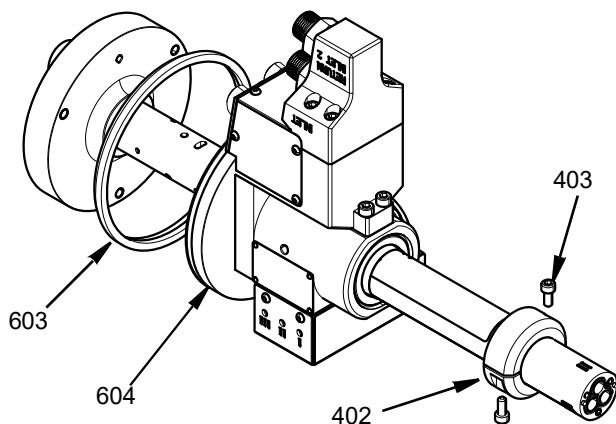

図 25
- シールリング (603) をベアリングハウジング (604) の外側の溝に置きます。ユニット全体をセントラルボディ (101) の上にスライドし、ベアリングハウジングの面がセントラルボディの面に密接するようにします。ロックリング (401) をセントラルボディの上に滑らせ、2 本の M5 ネジ (403) を締め付けます。57.5 in-lbs (6.5 N•m) のトルクで締めます。以下を参照してください：図 25 を参照ください。